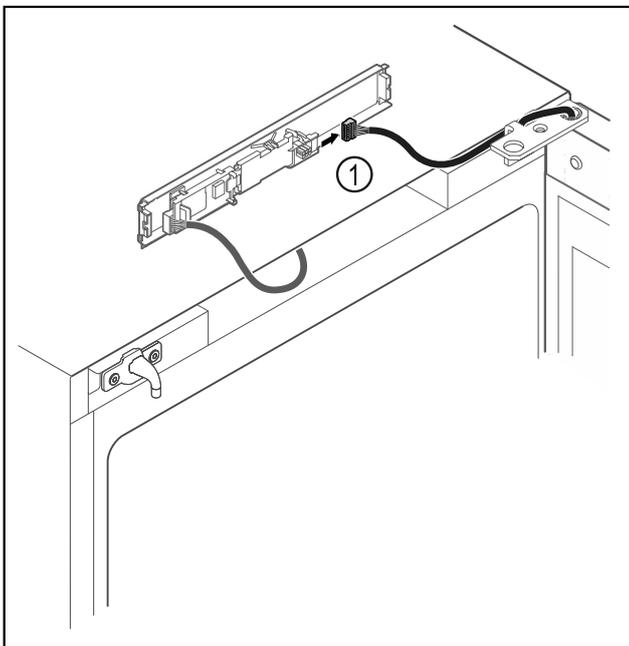

Fig. 15
- Débrancher le connecteur Fig. 15 (1) de la platine.